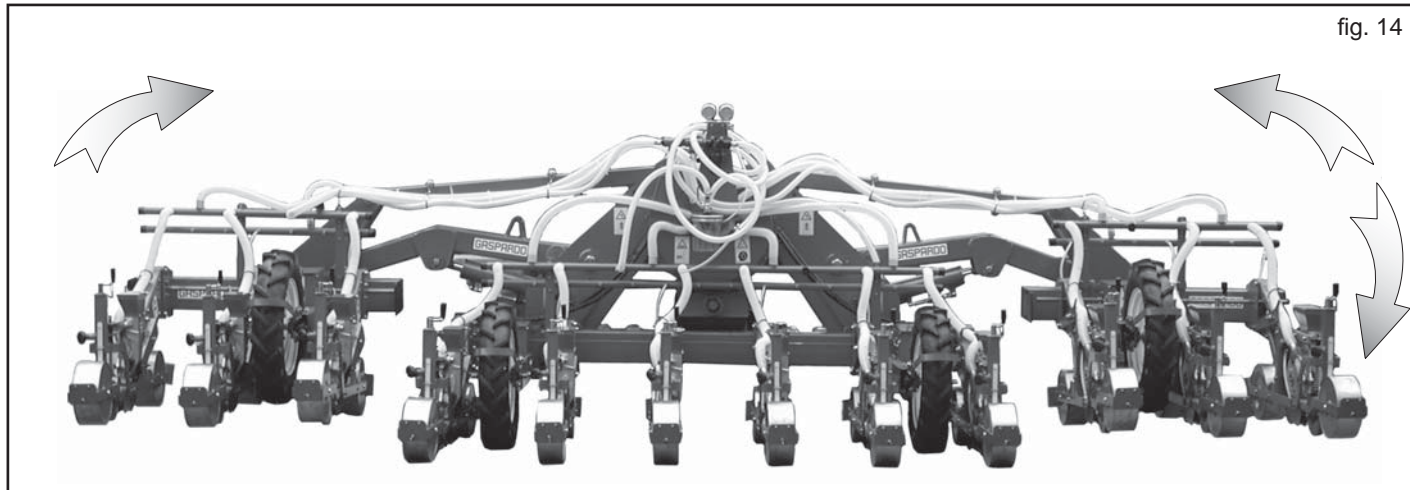
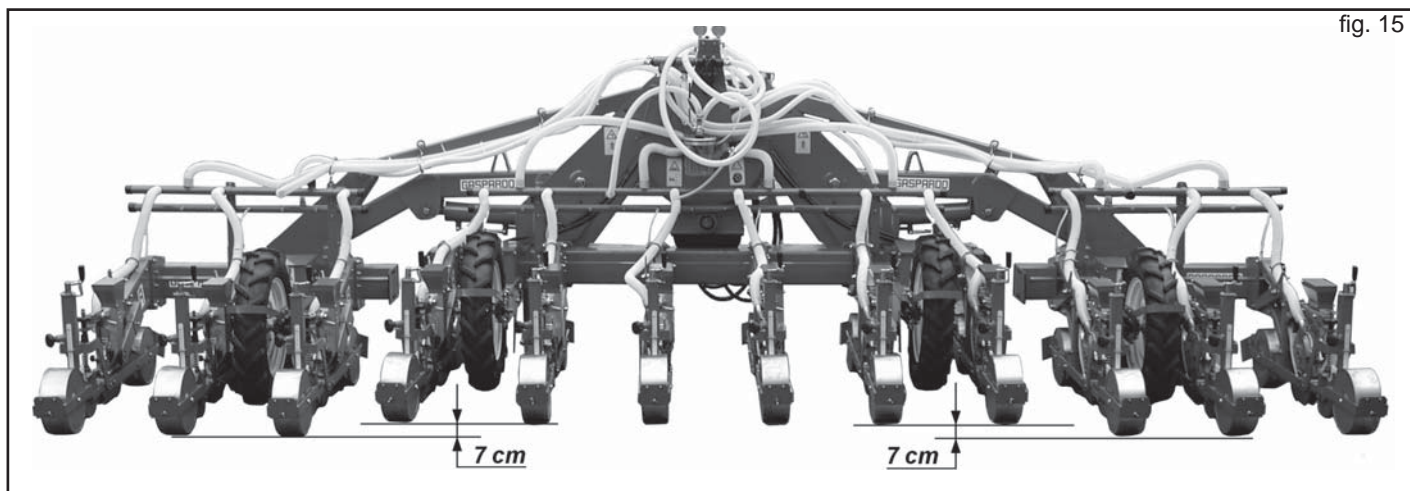

fig. 14
fig. 15
Die Symbole haben folgende Bedeutung (zur Bezugnahme siehe Abb. 14):
Dank einem öldynamischen System erlaubt der Maschinenrahmen das Einklappen der Seitenenden (Abb. 14), an denen die Sägregate angebracht sind. Dadurch werden die Gesamtabmessungen auf der Straße. Die öldynamisch einklappbaren Teile der Sämaschine sind "schwimmend" und können daher auch auf nicht perfekt ebenem Boden eingesetzt werden. Die seitlichen Teile des Rahmens können denn auch bezüglich des mittleren Teils um ca. 7 Zentimeter abgesenkt werden (Abb. 15). Diese Teile werden durch doppelwirkende öldynamische Zylinder angetrieben, die voneinander unabhängig sind. Zum Einstellen der Auf- und Abstiegsgeschwindigkeit der Seitenrahmen muss das an jeder öldynamischen Druckkölleitung angebrachte Ventil wie in Kapitel 3.1 beschrieben eingestellt werden (Abb. 10).
- 6) Die öldynamische Anlage einschalten, um den Rahmen zu öffnen (Abb. 14); dabei muss die Sämaschine vom Boden angehoben sein.